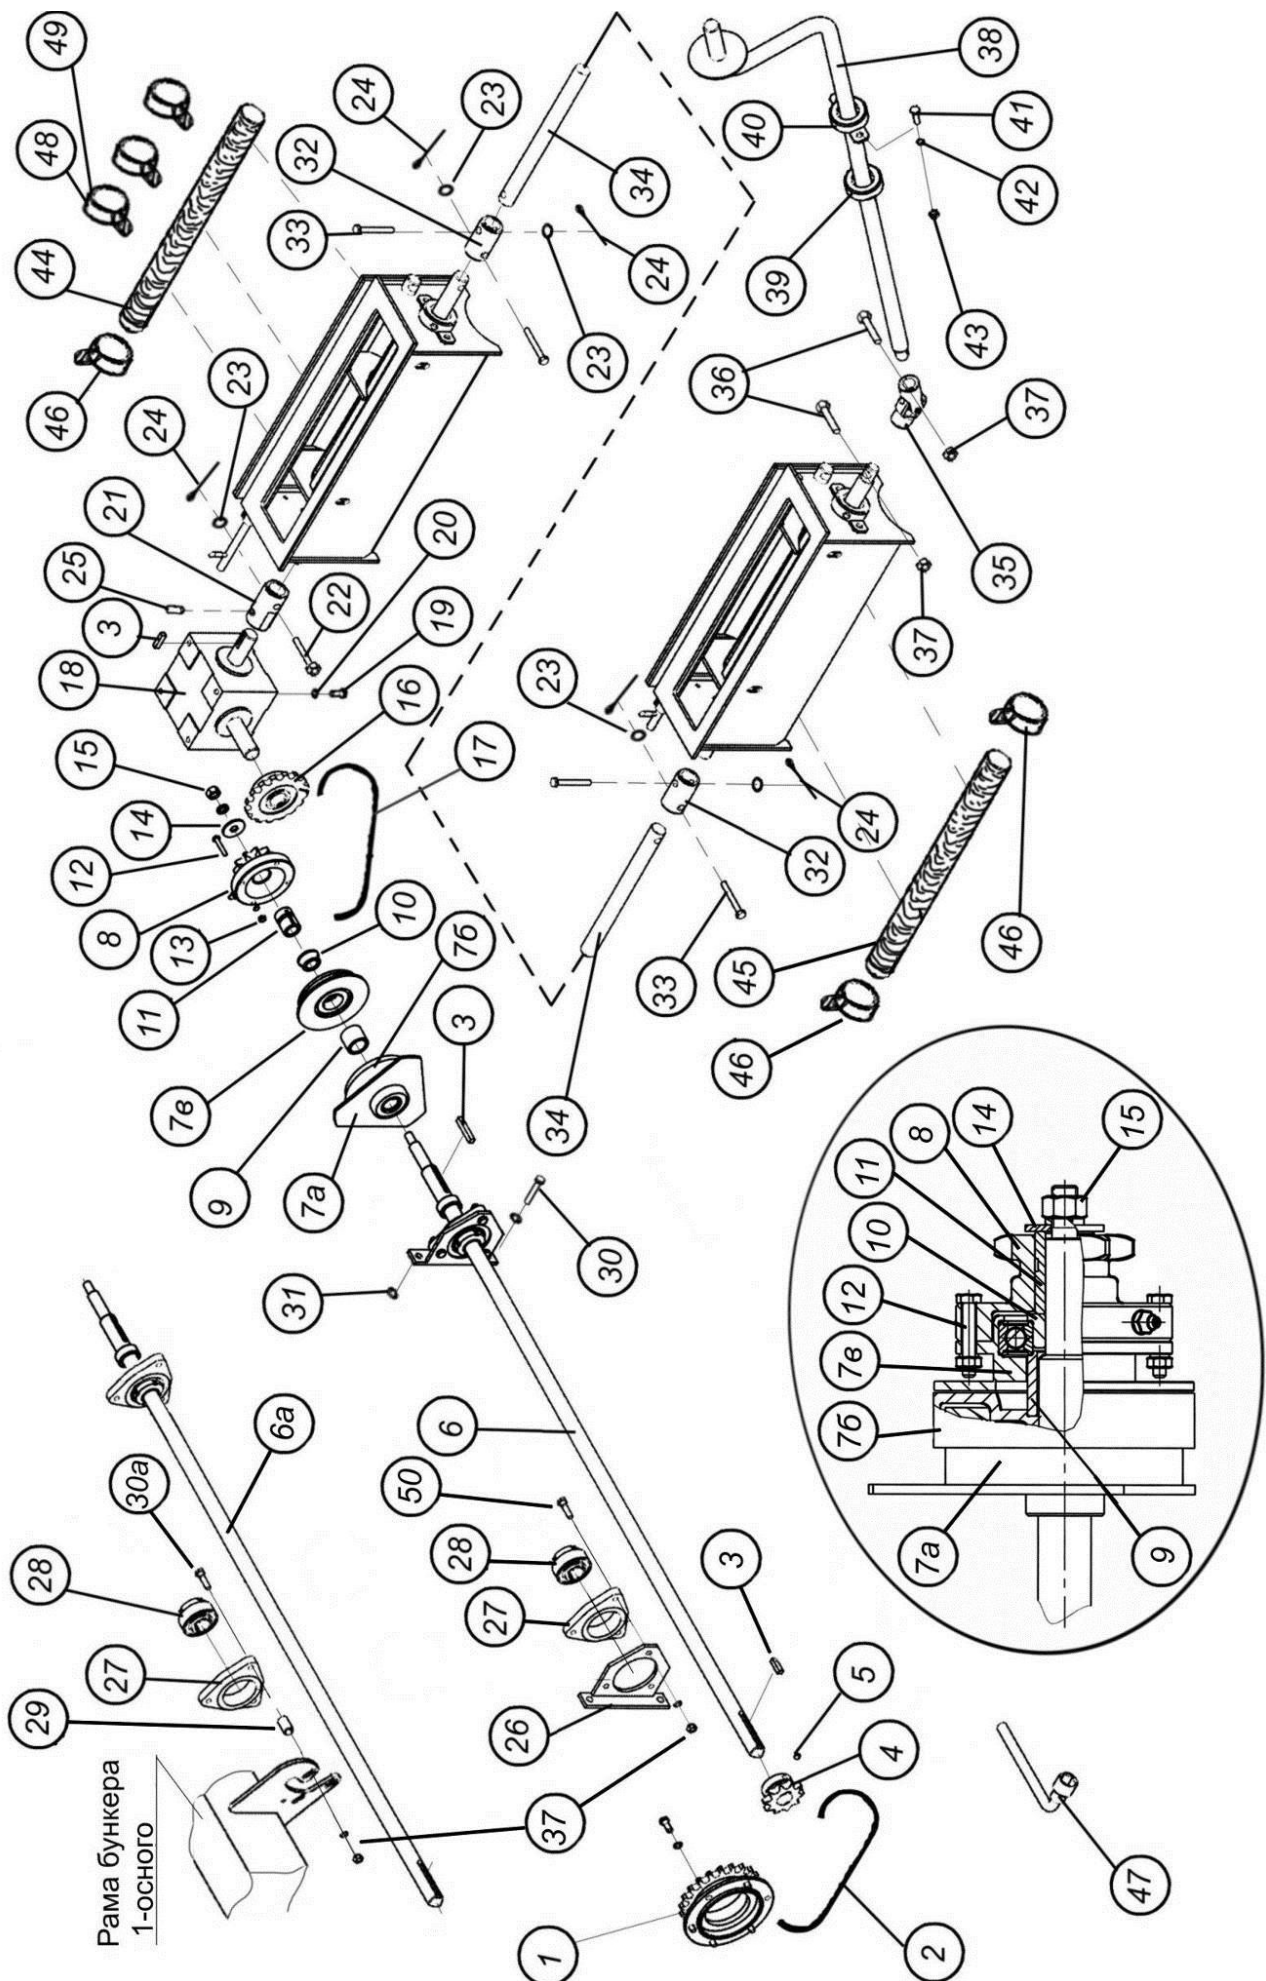

Рис. 7.2.9. Привод высевающего механизма.
7.2.9.1. Привод высевающего механизма (бункер 1-осный $V=10\text{м}^3$) (рис. 7.2.9.1)